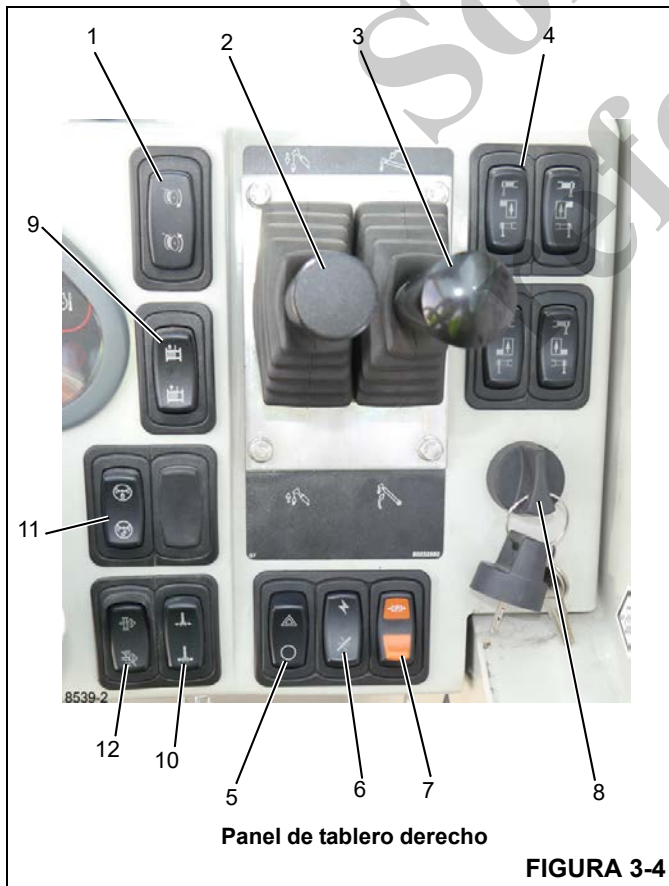

FIGURA 3-4
Consulte la Figura 3-4.
El DRI (1) (Figura 3-4) está compuesto por dos luces que se iluminan para indicar el sentido en que el malacate gira. El símbolo superior se ilumina cuando el malacate está enrollando el cable. El símbolo inferior se ilumina cuando el malacate está desenrollando el cable.